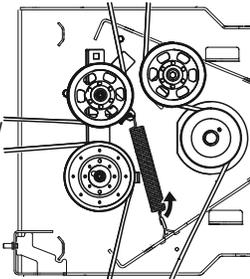

Figura 38
- Quite el resorte intermedio del enganche de resorte metálico del lado derecho del centro de la plataforma. Consulte la Figura 38.